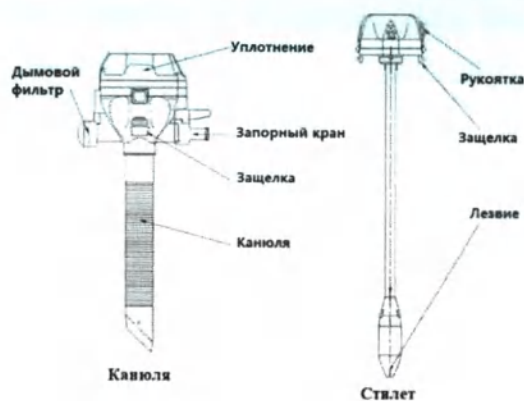

Рисунок 1 – Канюля и троакар. Внешний вид
I. Вскройте упаковку, стилет и канюля троакара упакованы в разобранном виде, как показано на рис. 1.